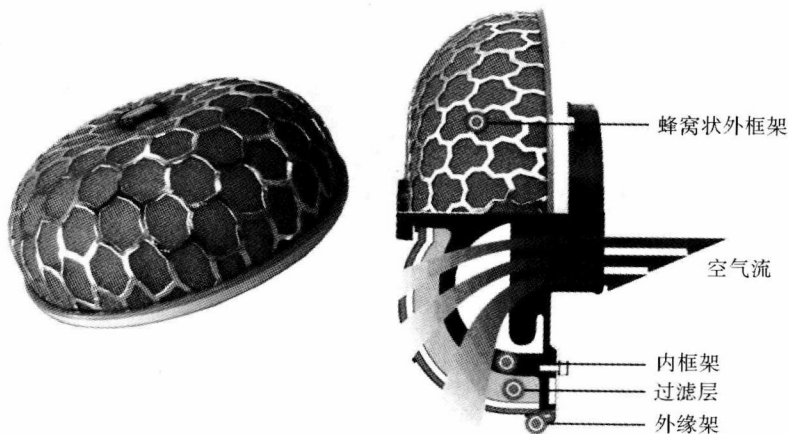

图 1-4 海绵滤芯“冬菇头”滤清器的结构
2) “冬菇头”滤清器的结构。图 1-4 所示为海绵滤芯“冬菇头”滤清器的结构。此种滤清器主要由内外框架和过滤层组成，外框架由蜂窝状的不锈钢制成，海绵过滤层夹在内外框架之间。